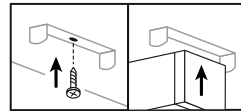
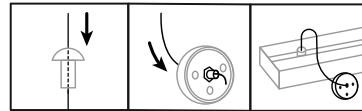
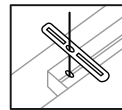

Рис. 3. Установка светильника накладным способом
Рис. 4. Установка светильника на подвесы
Рис. 5. Крепление на реечный потолок
- Светильник можно смонтировать накладным способом на ровную поверхность (рис. 3), подвесным способом на тросы (рис. 4) или реечный потолок с помощью специального крепления (рис. 5) (приобретается отдельно, артикул 983627).